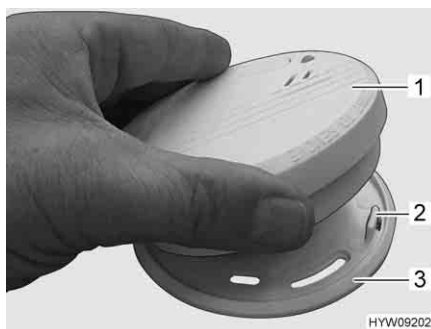

Fig. 119 Montaggio del rivelatore di fumo
- Posizionare il rivelatore di fumo (Fig. 119,1) sul supporto (Fig. 119,3). I naselli di ritegno (Fig. 119,2) devono innestarsi nelle aperture (Fig. 118,3) del rivelatore di fumo.